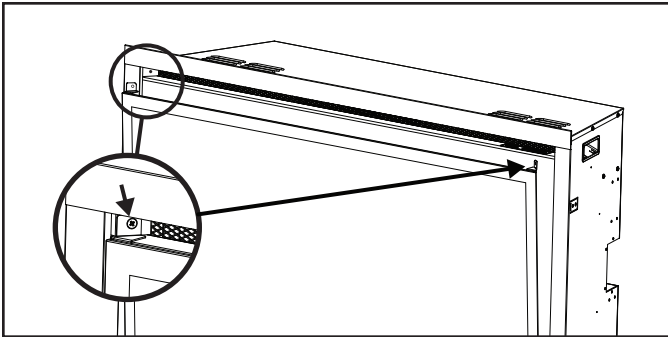

Figura 7.6 Instalación del vidrio
1. Incline el vidrio para colocar el borde inferior en el canal situado detrás de la moldura exterior. Consulte la Figura 7.6.
2. Apoye el borde superior del vidrio contra el dispositivo y fíjelo con dos (2) tornillos ST4×8.